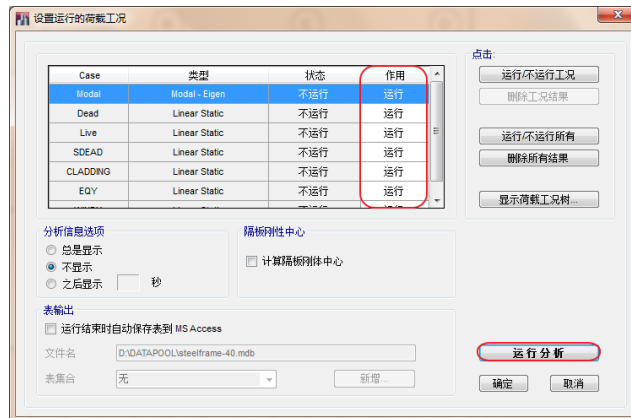

图 6-2 设置运行的荷载工况对话框
1. 点击**分析>设置运行工况**命令，打**设置运行的荷载工况**对话框，如图 6-2 所示。